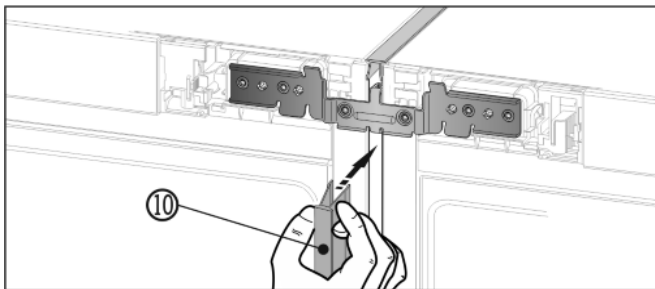

Fig. 14
- ▶ À l'avant, pousser la baguette longue Fig. 14 (10) dans la fente verticale. Veiller à ce que la baguette repose sur la plaque d'union.